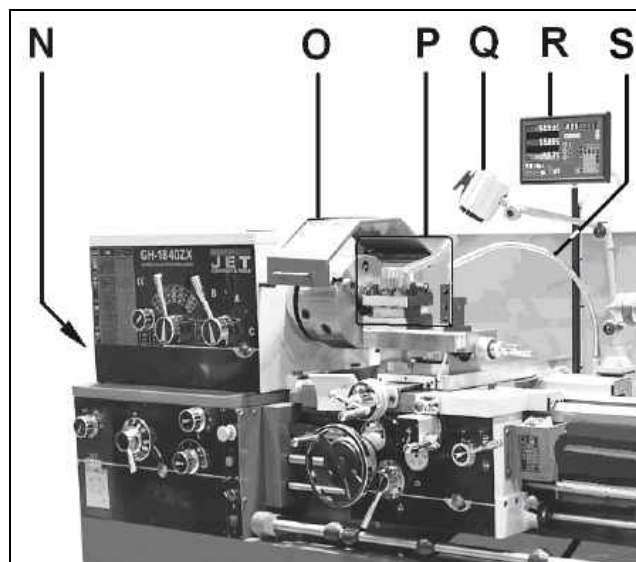

Fig 2-2
Le cache courroie (N, Fig 2-2) et le protège mandrin (O) sont surveillés par interrupteurs électriques. Pour démarrer la machine il faut les fermer.